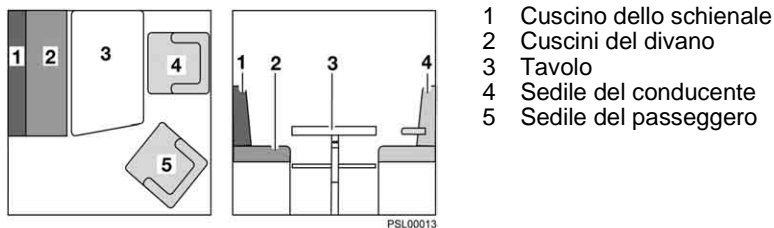

Fig. 44 Prima della trasformazione
- Ruotare il sedile del conducente (Fig. 44,4) con lo schienale verso la porta conducente.
- Ruotare il sedile passeggero (Fig. 44,5) con lo schienale verso la porta passeggero.
- Trasformare il tavolo (Fig. 44,3) in struttura di supporto letto (vedi paragrafo 7.6).